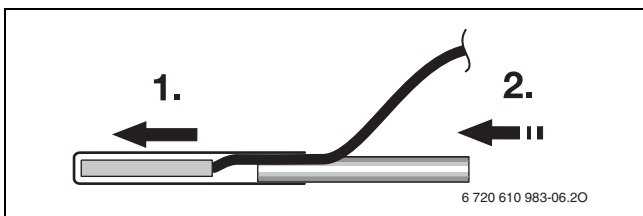

Fig. 7
- ▶ Prima di riempire il bollitore rimuovere il coperchio di protezione dal collegamento per lo svuotamento (E) e montare un rubinetto di scarico per il bollitore esterno lato riscaldamento (operazione a carico del committente).
- ▶ Inserire il termometro (T) nel pozzetto ad immersione.
- ▶ Posare il cavo di collegamento della sonda di temperatura del bollitore (SF) sul lato posteriore del bollitore, attraverso l'isolamento in espanso plastico, verso la caldaia.
- ▶ Dopo le sonde di temperatura, inserire nei pozzetti ad immersione le parti del tubo in silicone per fissare le sonde (fig. 7).